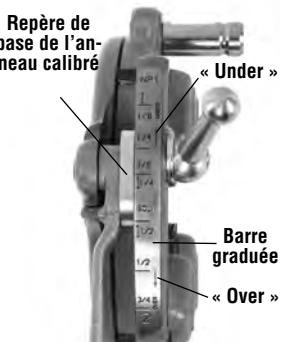

**Figure 6 – Insertion des filières**
4. Relevez la languette de la rondelle pour l'écartez du sillon de la barre calibrée. Amenez la rondelle jusqu'au bout du sillon (*Figure 6*).
6. Introduisez les filières appropriées dans la tête de filière avec leurs chiffres en haut jusqu'à ce que le repère se trouve à fleur du rebord de la tête de filière (*Figure 6*). Les chiffres des filières doivent correspondre à ceux des logements de la tête de filière. Remplacez le jeu de filières au complet et ne mélangez pas les filières d'un jeu avec celles d'un autre.